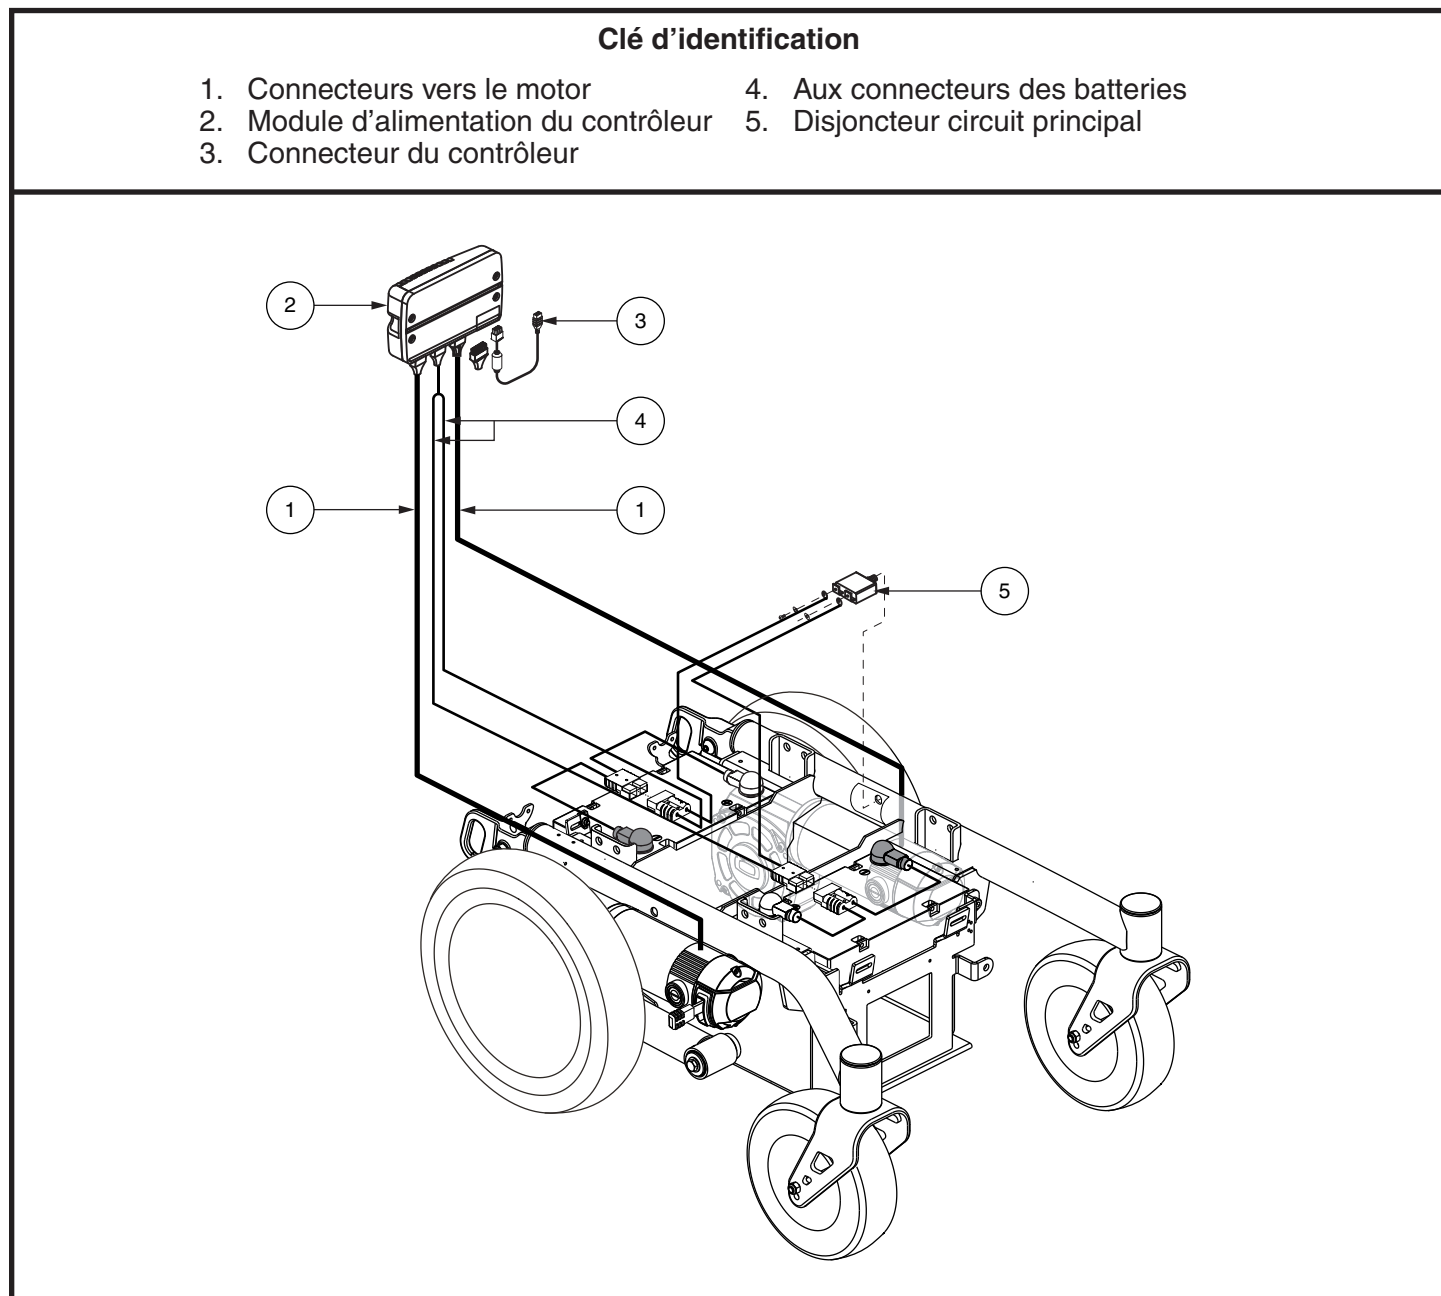

Figure 1. Composantes électroniques du Aspen
Votre fauteuil motorisé possède deux composantes principales: le module de siège et la base motorisée. Typiquement, le module de siège est composé des appuis-bras, du dossier et de la base du siège. La base motorisée comprend un ensemble moteurs/freins double, deux roues centrales, deux roues pivotantes, deux roulettes antibascules, deux batteries et les composantes électroniques. **Voir clé d'identification (pages 4-5) et la figure 1.**
Les composantes électriques sont le contrôleur, les batteries et les moteurs. Les batteries, les moteurs et le module d'alimentation du contrôleur (si équipé) sont situés sur la base motorisée. Le contrôleur est situé sur le module de siège. Les composantes sont reliées entre elles à l'aide de un ou plusieurs câbles. **Voir la figure 1.**
5. Branchez le connecteur du contrôleur dans la base motorisée. **Voir la figure 1.**
3. Débranchez le/les connecteur(s) du contrôleur de la base motorisée. **Voir la figure 1.**